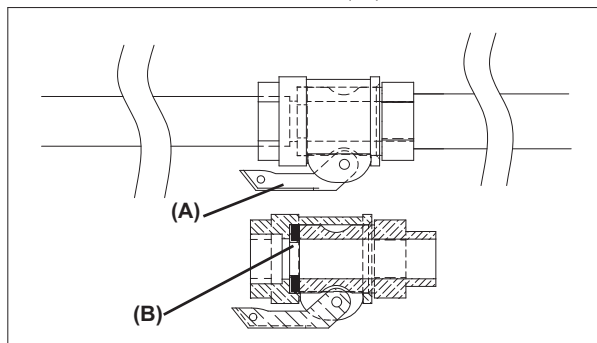

FIG. 6a
Una vez ubicada la máquina, prepare un cubo con 10 litros de lechada. Vierta la lechada en la tolva de la máquina (los productos colorantes también pueden echarse directamente en la manguera del material antes de conectarla). En este caso, vierta en la tolva unos diez litros de producto coloreado. Examine la manguera del material para comprobar que esté sana, que los racores estén en buenas condiciones y las juntas estén colocadas, conéctela al tubo de salida de la máquina y a la pistola de proyección. Controle que las palancas (A) de los racores estén bien apretadas y que la junta (B) esté colocada como en la fig. 6a.